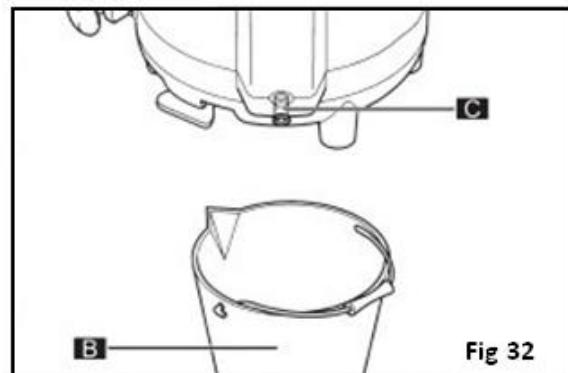

Fig 32
- Posizionare un contenitore (B) con una capacità di più di 3 litri sotto il tappo di spurgo (C).
- Utilizzare una moneta o una chiave Allen per svitare il tappo di spurgo (C).
- Estrarre il tappo (C) con un movimento deciso e attendere che la caldaia si svuoti dell'acqua (Fig. 32).